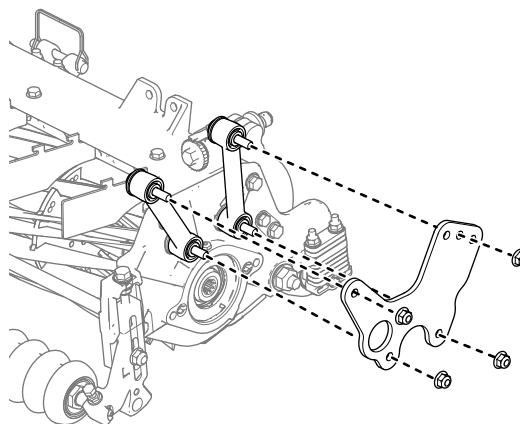

Figura 22
2. Introduceți placa fixă la nivelul uruburilor i fixați-o cu piulițele îndepărtate anterior. (Figura 22).